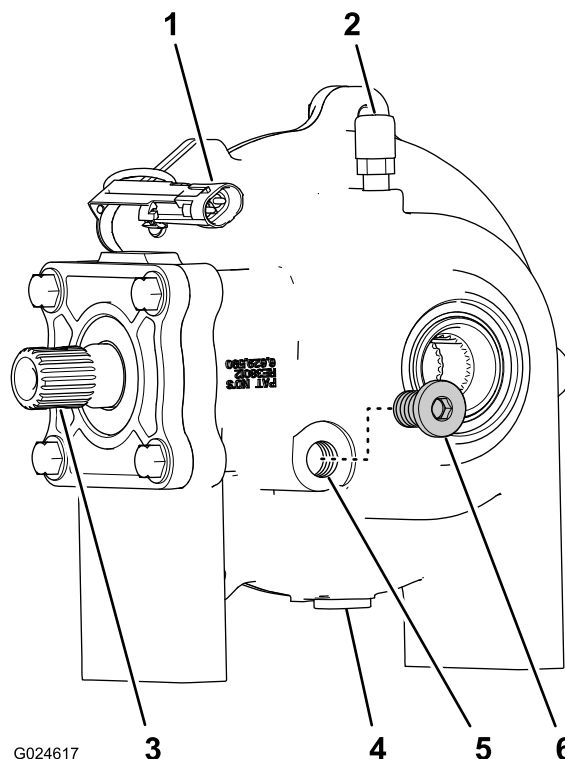
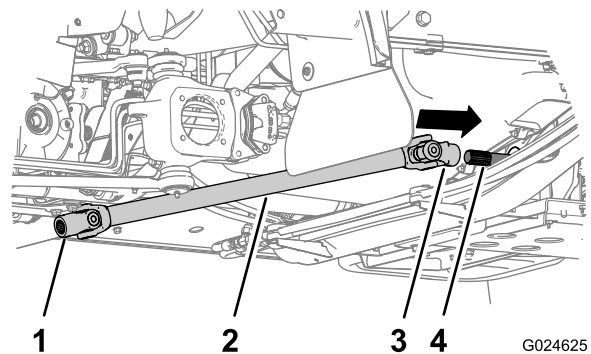

Figure 25
Figure 28
- Placez le différentiel avant sur une surface plane et horizontale (Figure 25).
- Retirez le bouchon de l'orifice de regard dans le boîtier du différentiel (Figure 25).
Remarque: Le niveau d'huile dans le différentiel doit atteindre le bas des filets dans l'orifice du bouchon de regard (Figure 25).
- Si le niveau d'huile est trop bas, ajoutez lentement de l'huile du type spécifié dans le différentiel par l'orifice du bouchon de regard (Figure 25).
- Si le niveau d'huile est trop élevé, vidangez l'excédent d'huile par l'orifice du bouchon de regard (Figure 25).
- Insérez le bouchon de regard dans l'orifice correspondant sur le différentiel (Figure 25).
1. Nettoyez les cannelures de l'arbre de sortie avant de la transmission et de l'arbre d'entrée du différentiel (Figure 25 et Figure 28).
2. Appliquez une couche de composé antigrippant sur les cannelures de l'arbre d'entrée du différentiel (Figure 28).
3. Alignez les cannelures de la fourche coulissante sur l'arbre d'entraînement et les cannelures sur l'arbre de sortie avant de la transmission (Figure 28).
4. Glissez la fourche sur l'arbre de sortie et poussez-la vers l'arrière (Figure 28).